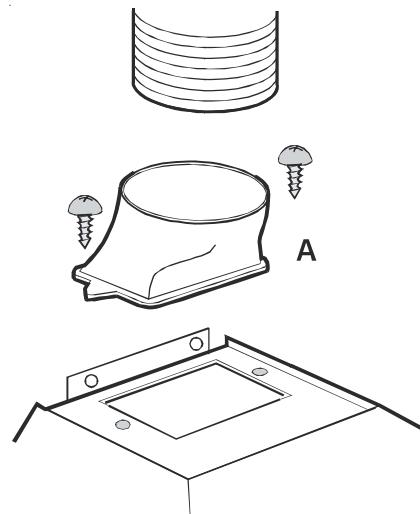

Рис. 1
- В этом режиме дым выводится наружу через **шланг**, который должен подключаться к соединительному фланцу **A**. **Рис. 1**.